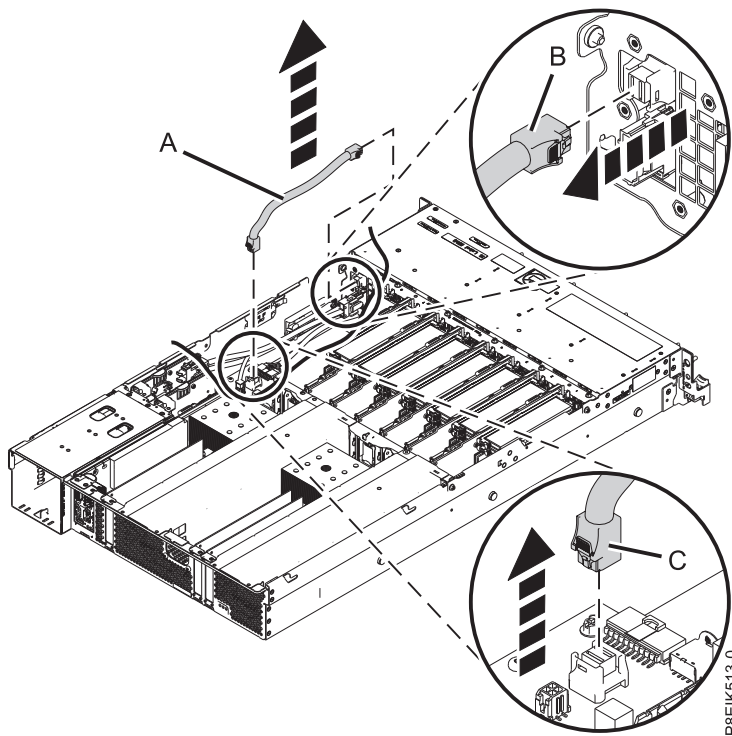

Figura 55. Extracción del cable de señal del disco y del ventilador
4. Etiquete y desconecte el cable de señal del disco y del ventilador (A) de la tarjeta de la unidad de disco y del ventilador (B) y la placa posterior del sistema (C). Utilizando el pulgar, presione el pestillo de liberación del conector para extraer un cable. Consulte la Figura 55 en la página 47.